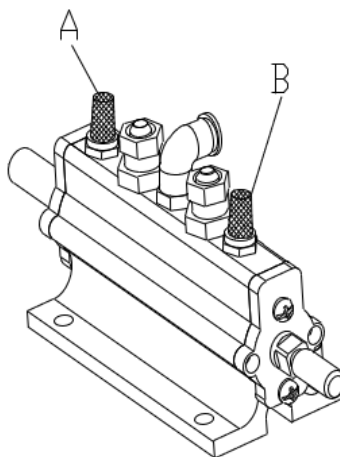

Рис. 11-5
- Если перемещение устройства подъема и наклон колонны происходят слишком медленно, необходимо действовать согласно инструкции ниже (см. рисунок 11-5).